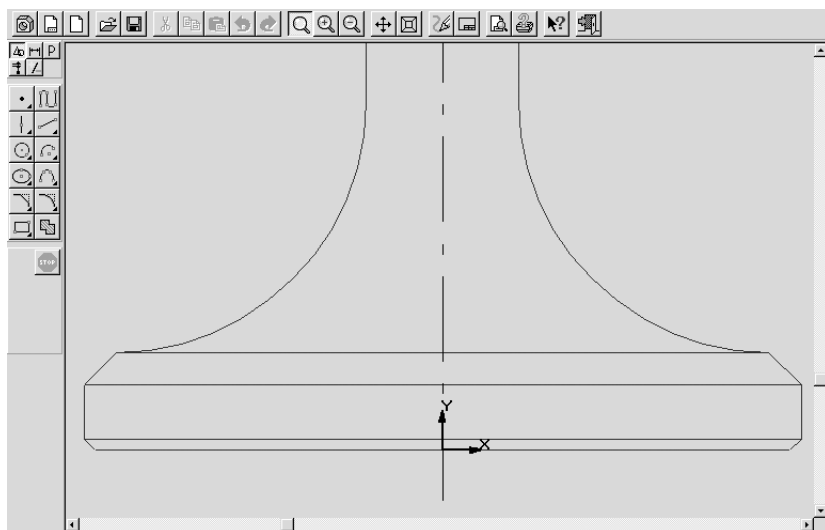

Рис. 4.12
11. Построение местного разреза. Для этого нужно очертить место предполагаемого разреза, затем выполнить нужный элемент и штриховку. Для удобства работы воспользуйтесь кнопкой  (**Увеличить масштаб рамкой**), и изображение тарелки клапана увеличится на весь экран (рис. 4.12).